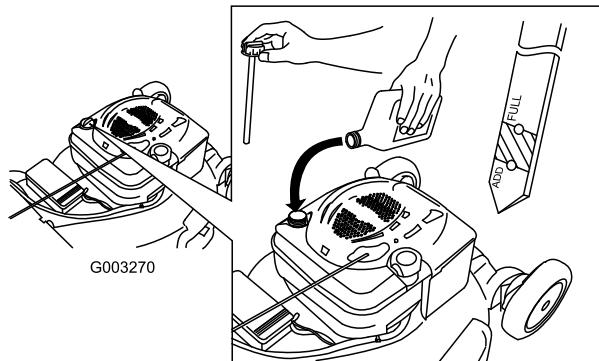

Bild 12
2. Ziehen Sie den Peilstab (Bild 12) heraus.
5. Nehmen Sie den Peilstab heraus und lesen den Ölstand ab, siehe Bild 12.